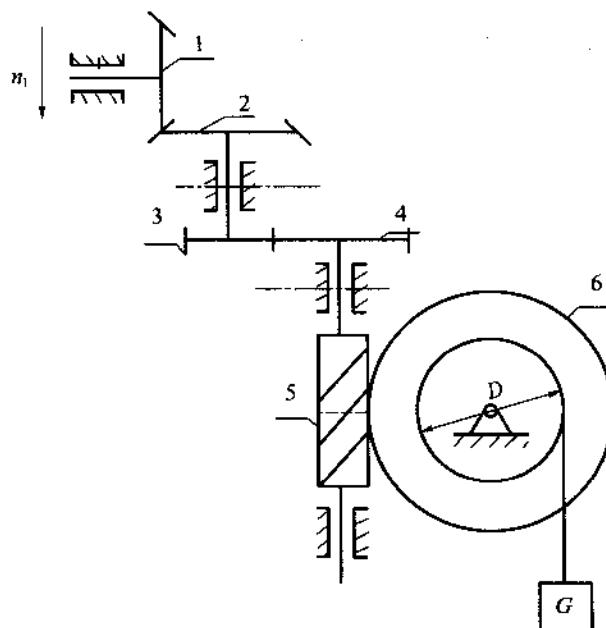

图 9
18. 如图 9 所示, 已知各轮齿数分别为 $z_1 = 16$, $z_2 = 32$, $z_3 = 20$, $z_4 = 60$, $z_5 = 2$, $z_6 = 40$, 若 $n_1 = 800\text{r/min}$, 求: